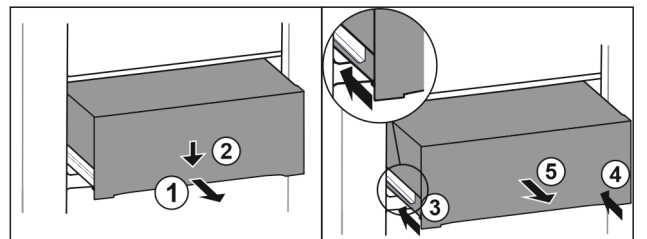

Fig. 121
- ▶ Tirer le tiroir jusqu'à mi-chemin. *Fig. 121 (1)*
- ▶ Appuyer sur l'avant du tiroir vers le bas. *Fig. 121 (2)*
- ▶ Insérer le rail gauche d'env. 2 cm. *Fig. 121 (3)*
- ▶ Insérer le rail droit d'env. 2 cm. *Fig. 121 (4)*
- ▶ Retirer le tiroir par l'avant. *Fig. 121 (5)*